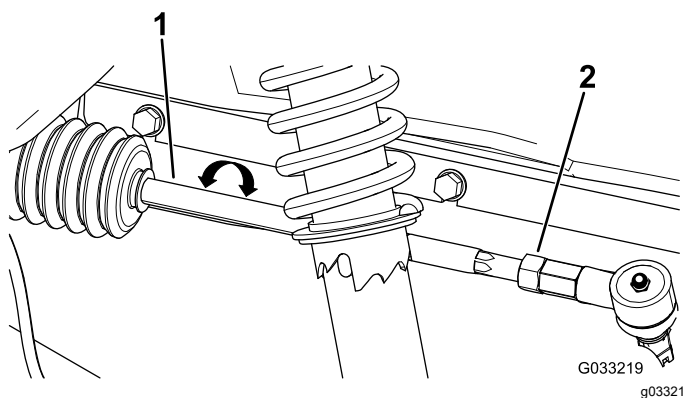

Рисунок 56
2. Если измеренное значение выходит за пределы 0–6 мм, ослабьте контргайки с обоих концов тяг (Рисунок 56).